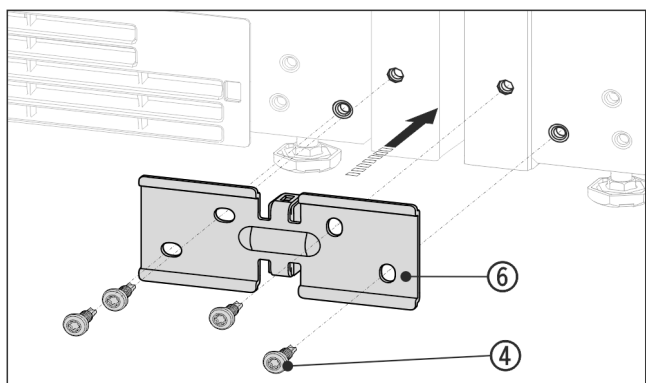

Fig. 14 Näitlik kujutis
- Lükake nurgik Fig. 14 (6) koos distantssdetailiga seadmete vahele ja kruvige 4 kruviga Fig. 14 (4) lahtiselt külge.